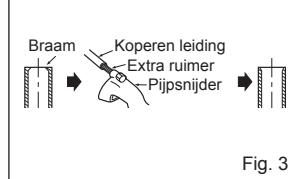

Fig. 3
- Verwijder alle bramen van het gedeelte waar de leiding is afgesneden. (Fig. 3)